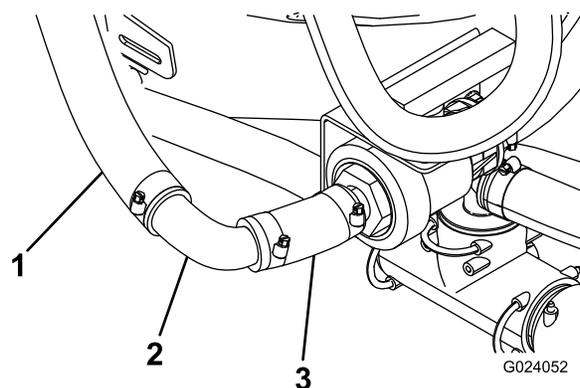

Figura 22
1. Meça e corte 7,5 cm a contar da extremidade do tubo de agitação (Figura 22).
3. Desbaste o excesso do tubo de agitação e ligue-o ao conector de 90° com uma abraçadeira (Figura 22).